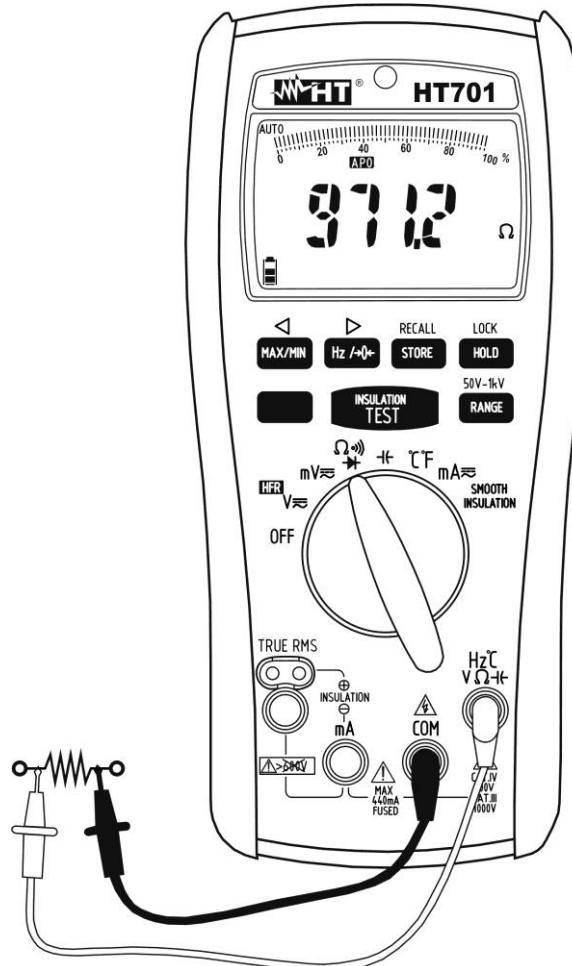

Fig. 6 : Utilisation de l'instrument pour mesure de résistance et test de continuité
3. Insérer le câble rouge dans l'entrée du jack **Hz°CVΩ** et le câble noir dans l'entrée du jack **COM** (voir la Fig. 6).